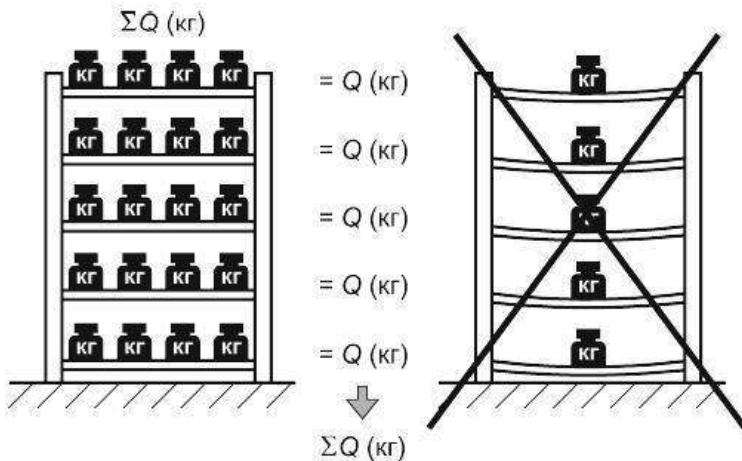

Рисунок 3 – Схема загрузки стеллажа
**Нагрузка на груzonесущие элементы стеллажа - только равномерно распределенная** (см. рисунок 3).